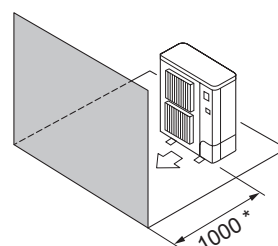

Fig. 2-10
- ④ Enbart hinder på framsidan (Fig. 2-10)